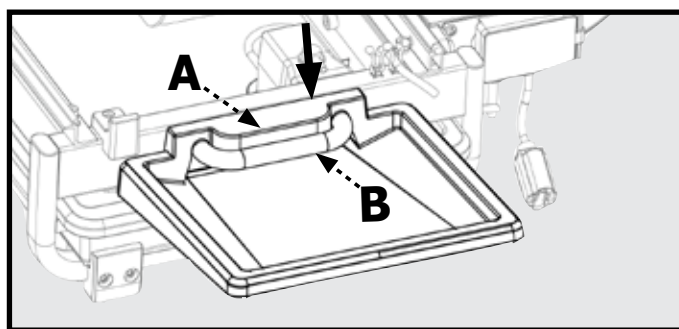

Figure 10
1. Fixez le plateau inférieur anti-éclaboussures (2) en le faisant glisser sur la poignée (B), puis en appuyant sur le plateau pour le verrouiller, comme illustré à la figure 10.
2. Fixez le plateau supérieur anti-éclaboussures (3) en ajustant la découpe du plateau supérieur anti-éclaboussures sur les languettes de montage de la table de travail.